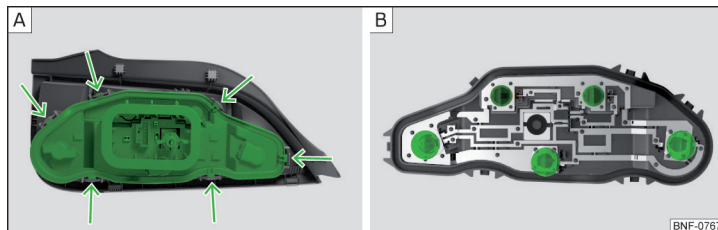

Bild 148 Inre del av lampen
- Låsa upp lamphållaren » bild 148 - **A**.
- Vrid den trasiga glödlampan i sockeln **moturs** och ta ut den » bild 148 - **B**.